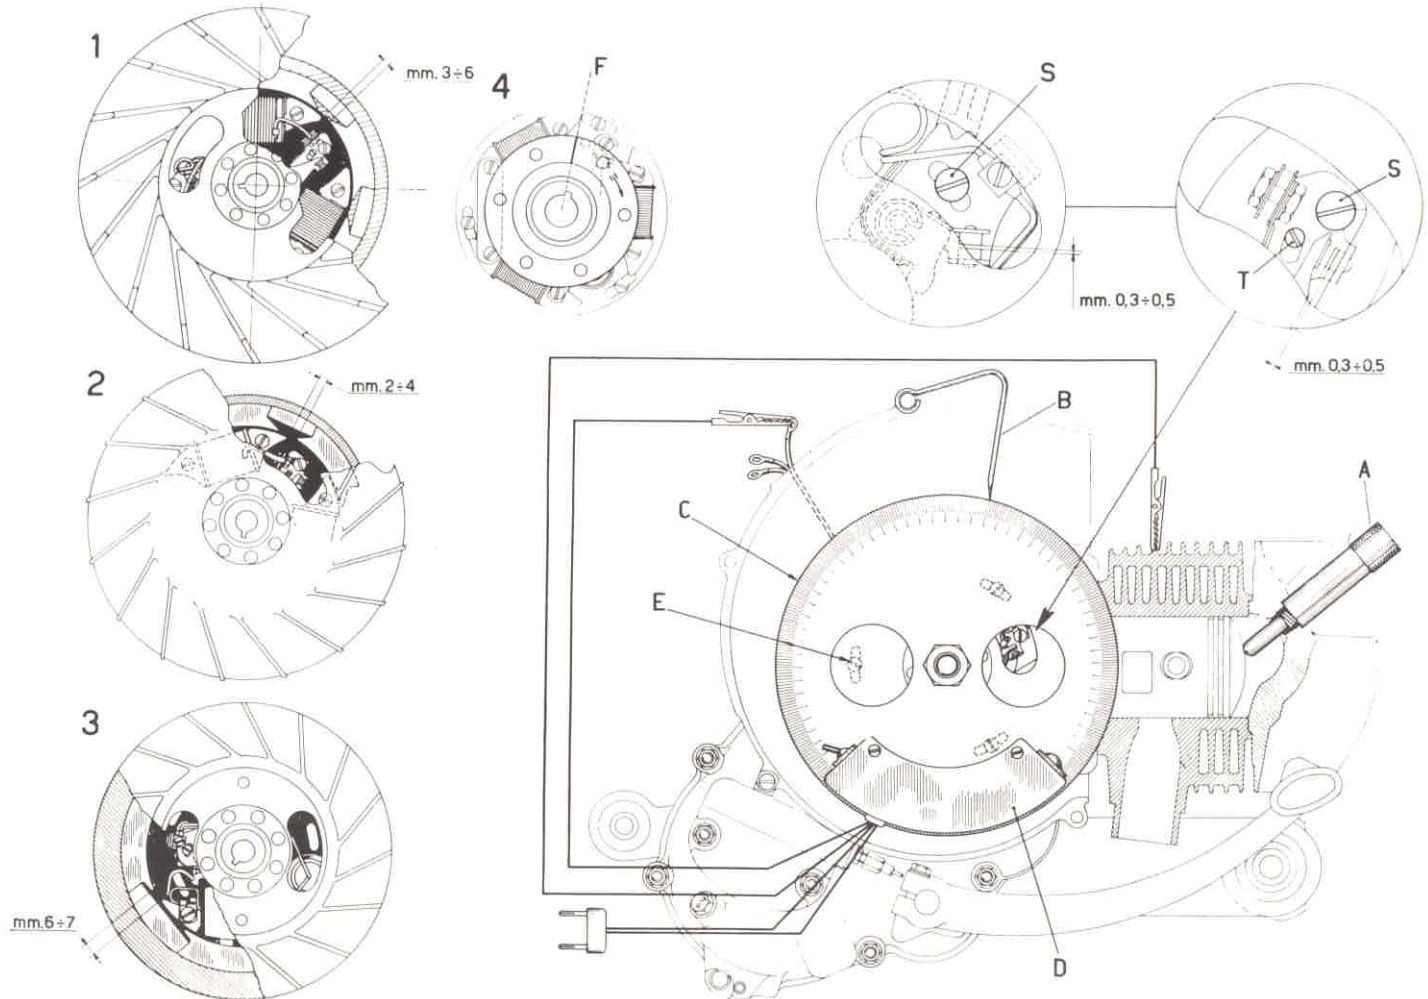

Fig. 56 - (See notes at page 168 - 172) — (Ver notas en las pág. 168 - 172).
- b) - Rotate the coil anchor plate so that the H. T. coil assumes the position indicated for the various types of flywheel magnetos in details 1 - 2 - 3 of fig. 56.
Explanation of the fig. 56 page 169.
- b) - Girar el soporte bobinas de manera que la bobina A. T. se halla en la posición indicada para los distintos tipos de volante en los detalles 1 - 2 - 3 de la fig. 56.
Leyendas de la fig. 56, pág. 169.
- 1) - Slacken the screws « E » (fig. 56) securing the back-plate on crankcase.
- 1) - Aflojar los tornillos « E » (fig. 56) de fijación estator al carter.